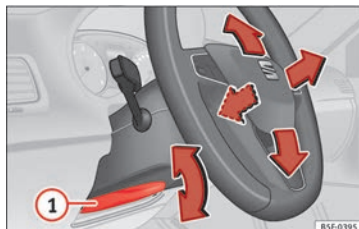

Fig. 19 Leva nella parte inferiore del lato sinistro del piantone dello sterzo.
- Regolazione della posizione del volante: tirare la leva » **fig. 19** ① verso il basso, muovere il volante verso la posizione desiderata e risollevare la leva fino al punto di chiusura.